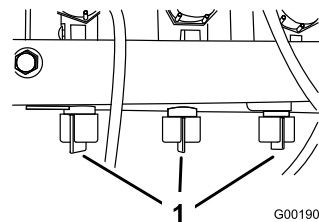

Figure 29
12. Réglez la soupape de dérivation de rampe (Figure 29) située sous la soupape de commande de la rampe que vous avez mise hors service jusqu'à ce que la valeur indiquée au manomètre soit la même qu'au point 9.